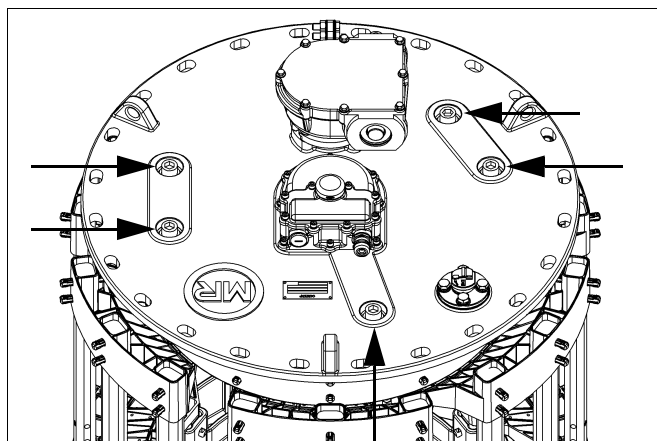

рис. 43
- 2) Открутите 5 находящихся под заглушками болтов с внутренним шестигранником (SW 14 мм), рис. 43).